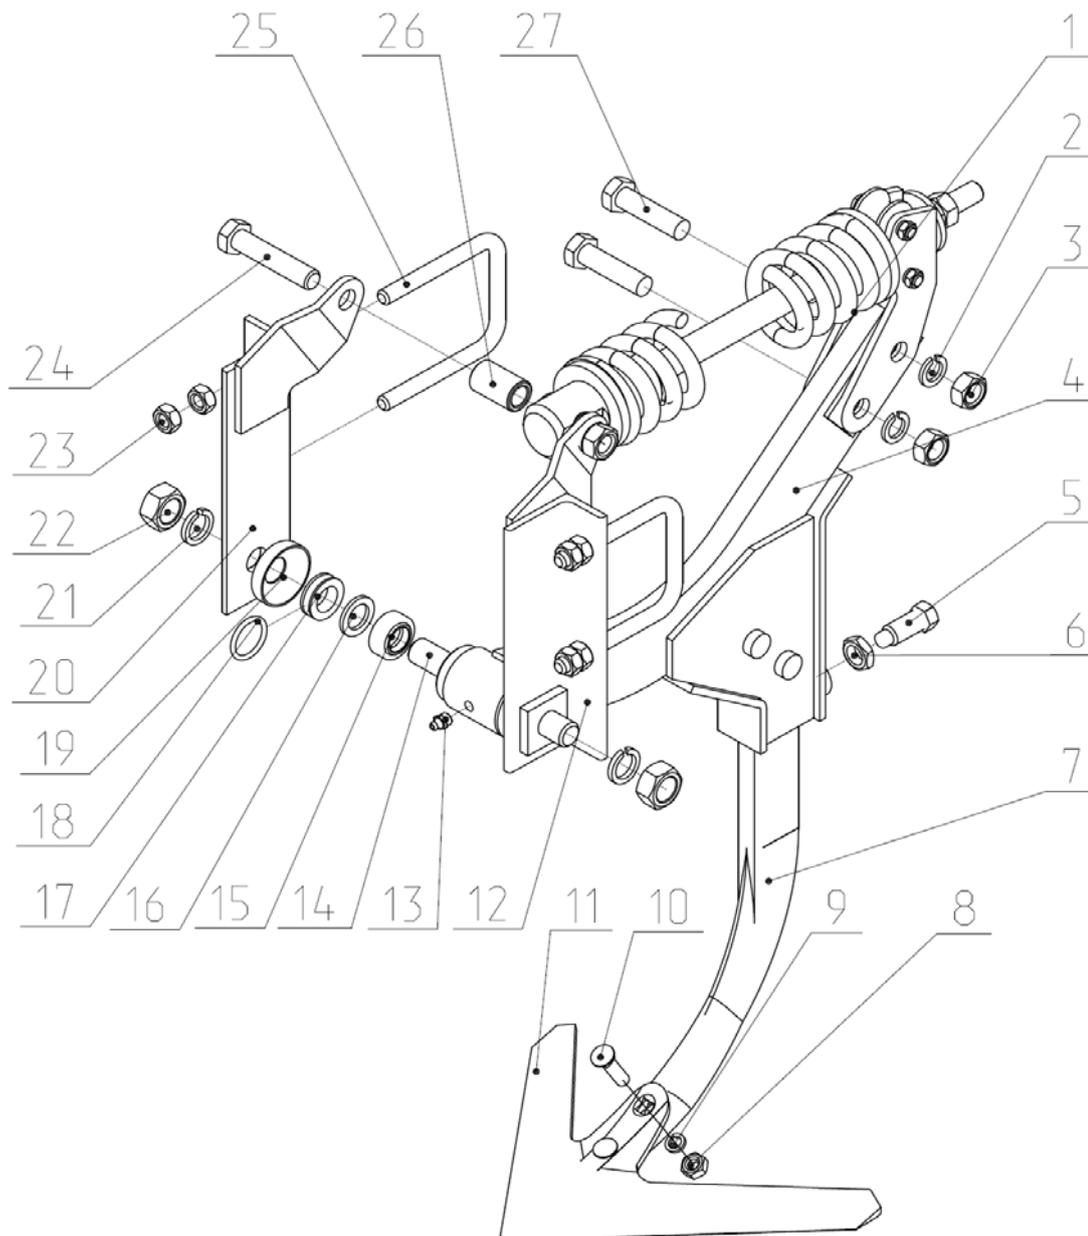

Рис.8 КСП 00.010А Рабочий орган.
2.5.2. Рабочий орган (Рис.8) состоит из 2-х держателей 12 и 20 закрепленных на балках скобами 25. в держатели шарнирно закреплена стойка 4 одной стороной, а второй стороной прикреплена к предохранителю 1.
2.5.3 Предохранитель (Рис.8а) предназначен для удержания стойки с лапкой культиваторной в рабочем положении и, при встрече с непреодолимыми препятствиями (камни, тяжелые включения в почве ...), производит выглубление.
Рис.8а Предохранитель КСП 00.030А